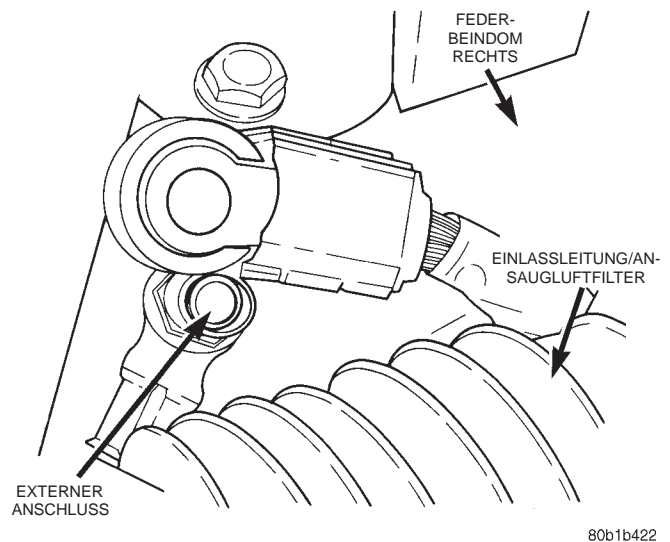

Abb. 2 Anschluß des externen Batterie-Minuskabels
- (1) Motorhaube öffnen und das Batterie-Minuska- bel vom externen Batteriepol abklemmen (Abb. 2).
(1) Motorhaube öffnen und das Batterie-Minus-kabel vom externen Batteriepol abklemmen (Abb. 2).
(1) Motorhaube öffnen und das Batterie-Minuskabel vom externen Batteriepol abklemmen (Abb. 2).
(2) Handschuhfachklappe öffnen, die seitlichen Laschen lösen und Klappe nach unten schwenken.
(1) Vorderräder des Fahrzeugs in Geradeausstellung bringen und anschließend folgendermaßen vorgehen:
(2) Motorhaube öffnen und das Batterie-Minuskabel vom externen Batteriepol abklemmen (Abb. 2).
(3) Vor dem Ausbau einer nicht aufgeblasenen Airbag-Einheit zwei Minuten lang warten, bis sich der Systemkondensator entladen hat.
(4) Befestigungsschrauben der Tempomat-Schalter auf der Rückseite des Lenkrads lösen. Schalter abnehmen und Steckverbinder abziehen oder Abdeckungen abbauen.
(5) Befestigungsschrauben der fahrerseitigen Airbag-Einheit lösen.